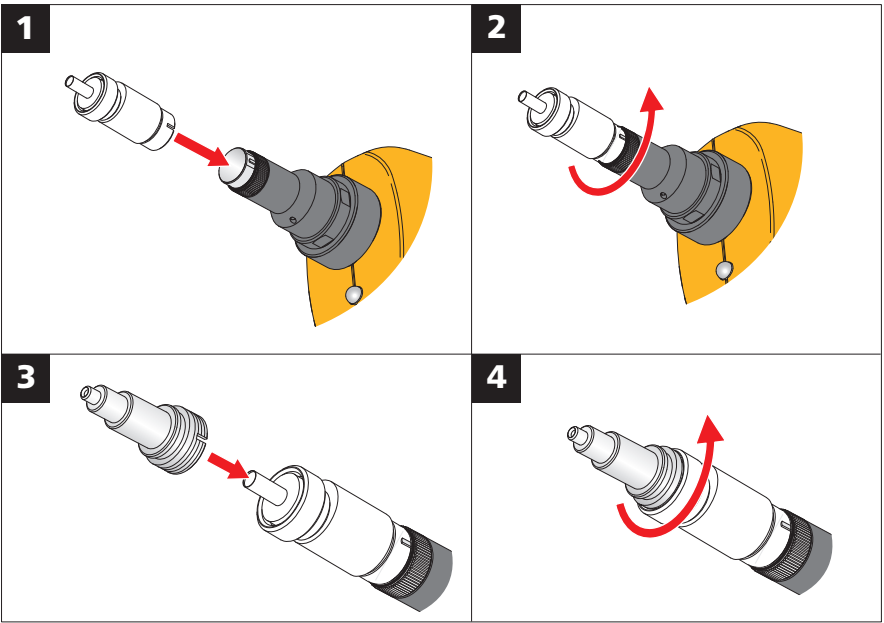

图 1. 单光纤测头安装
1. 将单光纤适配器中的凹槽与探头末端的定位销对准。请参见图 1。